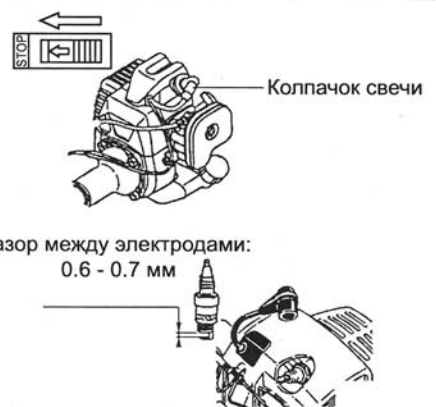

Рис. 28-2
1. Очистка и регулировка свечи зажигания (Рис. 28-2)